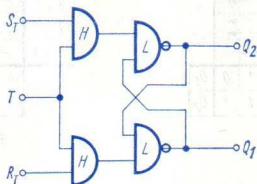

Bild 13
Dieses Flipflop ist ein Einspeicher-Flipflop mit zwei bedingt bestimmenden Eingängen ST und RT und einem auslösenden Eingang T. In Bild 13 ist dessen Schaltungsfunktionsplan aufgezeichnet: Einem L-Basis-Flipflop sind zwei H-AND-Schaltungen so vorgesetzt, daß sich die Signalwerte H an ST oder RT bzw. H an ST und RT nur auswirken können, wenn gleichzeitig H an T liegt.
**Bild 16** zeigt die zu dem  $S_T R_T$ -Flipflop nach Bild 13 gehörende Arbeitstabelle für synchronen Betrieb unter Verwendung der Bitzeiten  $t_n$  und  $t_{n+1}$ . Dabei ist  $t_n$  die Bitzeit vor einem Taktimpuls und  $t_{n+1}$  die darauf folgende Bitzeit (siehe Abschnitt über Bitzeiten).